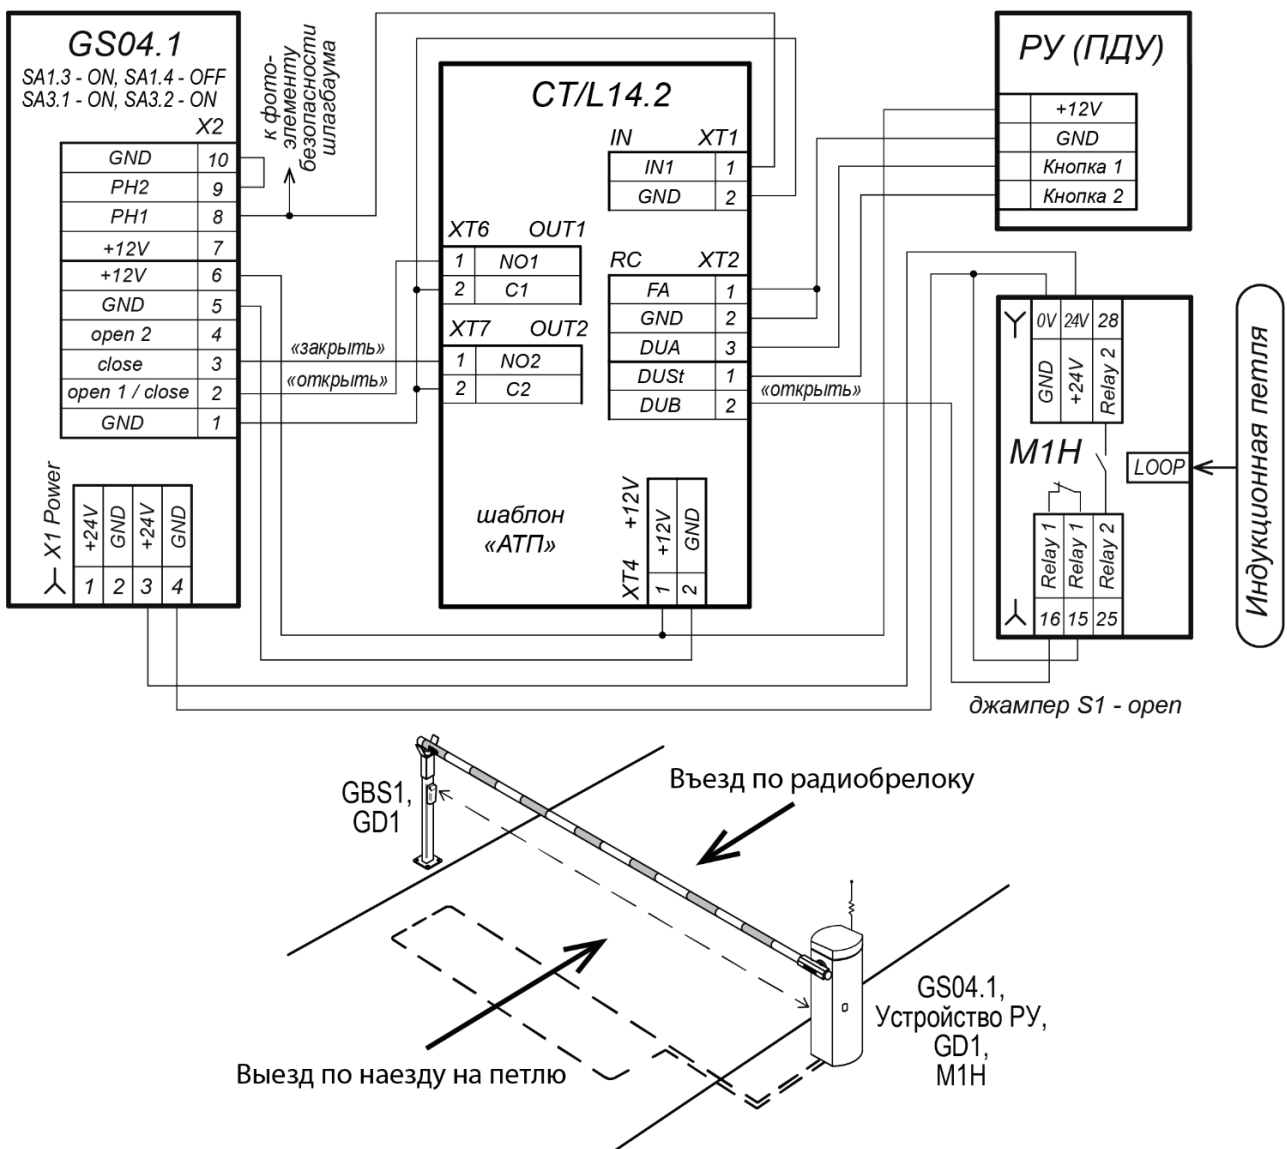

Рисунок 24. Вариант схемы подключения датчика индукционной петли для управления шлагбаумом с двусторонним проездом
Приемник фотоэлементов подключаются к плате шлагбаума (см. рис. 24). Алгоритм работы и параметры сигналов – см. в разд. 5.2.7.
5. Произведите подключение в соответствии со схемой, см. рис. 24.
Устройство радиуправления устанавливается с помощью винтов или двустороннего скотча внутри стойки шлагбаума, например, на монтажной панели (7), при этом антенну устройства, чтобы улучшить дальность работы, рекомендуется вынести коаксиальным кабелем к свободному окну (9). Выходы устройства РУ подключаются к плате управления в соответствии со схемой на рис. 24.
По умолчанию на разъеме **XP1 MODE** нет джампера №2 – включен режим управления двусторонним проездом (см. разд. 5.4.3). В этом режиме подключение светофоров производится к контактной колодке **X3.3** в соответствии со схемой на рис. 24: линии управления красными сигналами подключаются к нормально-закрытым выходам реле (*NC-C*), зелеными – к нормально-открытым (*NO-C*). Светофор **TL1** устанавливается со стороны проезда, управляемого сигналом на входе **open1 / close**, светофор **TL2** – со стороны проезда, управляемого сигналом на входе **open 2**.
На плате управления предусмотрено подключение дополнительной подсветки, например, для освещения зоны проезда (по умолчанию в постоянном режиме). Подключение производится к контактам **LIGHT** контактной колодки **X2.3** в соответствии со схемой подключения (см. рис. 24). На данный разъем можно подключить только нагрузку 12В не более 2А, в противном случае необходимо использовать промежуточное реле.
Для этой цели необходимо между шлагбаумами проложить кабель шины синхронизации и подключить его в соответствии со схемой (см. рис. 24). Затем при помощи DIP-переключателей **SA1.1** и **SA1.2** один из шлагбаумов настраивается как "ведущий", другой – как "ведомый" (см. разд. 8.11, п. 1). При этом сигналы управления должны подключаться на ведущий шлагбаум (на ведомом шлагбауме все управляющие сигналы будут игнорироваться).